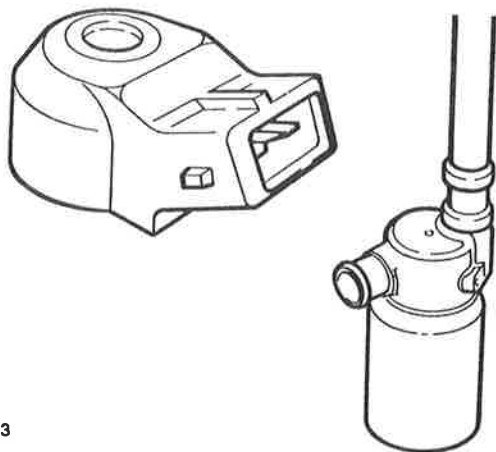

Fig. 3
- Contrôler si les connecteurs du régulateur de ralenti ou du détecteur de cliquetis, n'ont pas été inversés (**Fig. 3**).